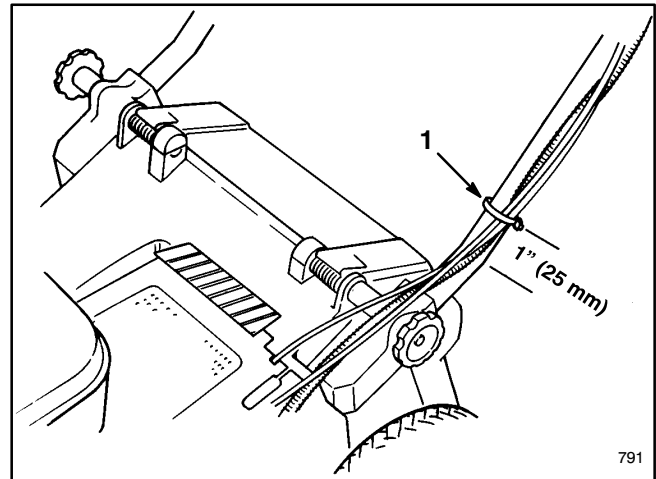

Figure 3
6. Attacher les câbles au bas du mancheron, du côté gauche (Fig. 3), au moyen d'une attache placée à environ 25 mm (1") de la courbure du mancheron, comme illustré à la figure 3.